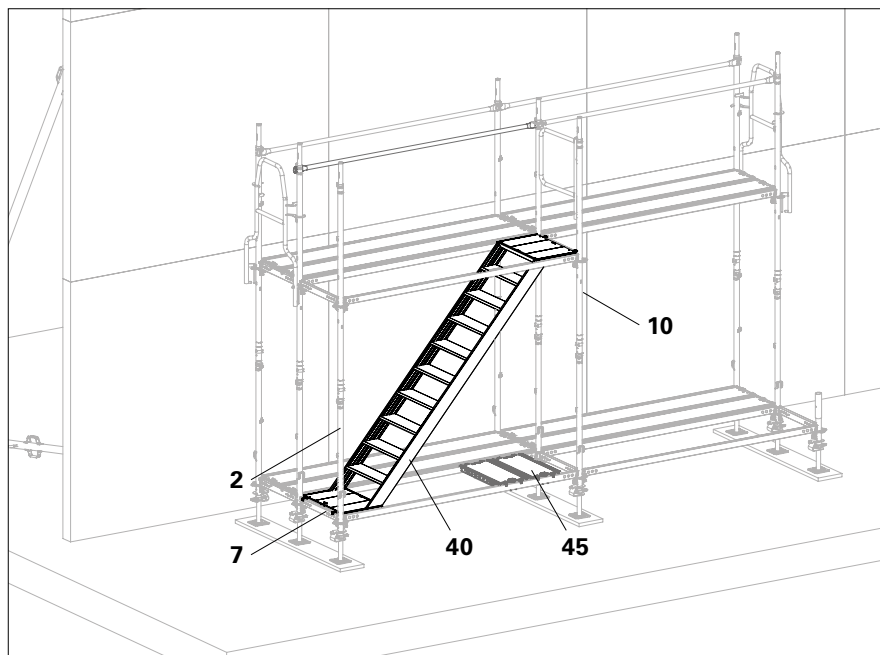

Abb. A3.07
1. Gerüsttreppe UAS-2 (**40**) zuerst oben in Horizontalriegel UH-2, dann unten in Horizontalriegel UH-2 (**7**) einhängen. (Abb. A3.07)